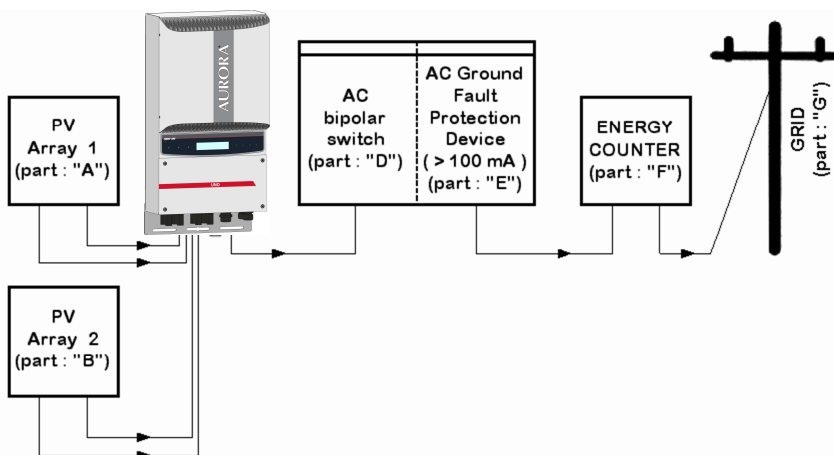

Fig. 8 – Diagramma di connessione
**PASSO 1** Nel caso in cui l'inverter sia collegato alla rete elettrica disconnetterlo aprendo l'interruttore rappresentato come Particolare "D" nella Fig. 8.
**Passo 1:** Disconnettere l'inverter dalla rete AC sezionando tramite l'interruttore AC indicato come parte "D" nella Fig. 8. Sezionare anche la parte DC tramite l'interruttore DC (integrato nei modelli -S o esterno).